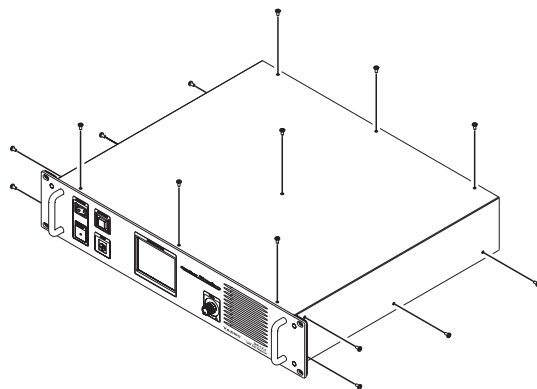

図 1
3. 上面カバーのねじ（15 本）を外して、カバーを外します（図 1）。